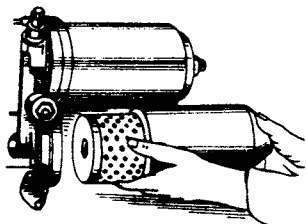

Рис. 53. Извлечение фильтрующего элемента
3. Извлечь фильтрующий элемент из колпака (рис. 53).